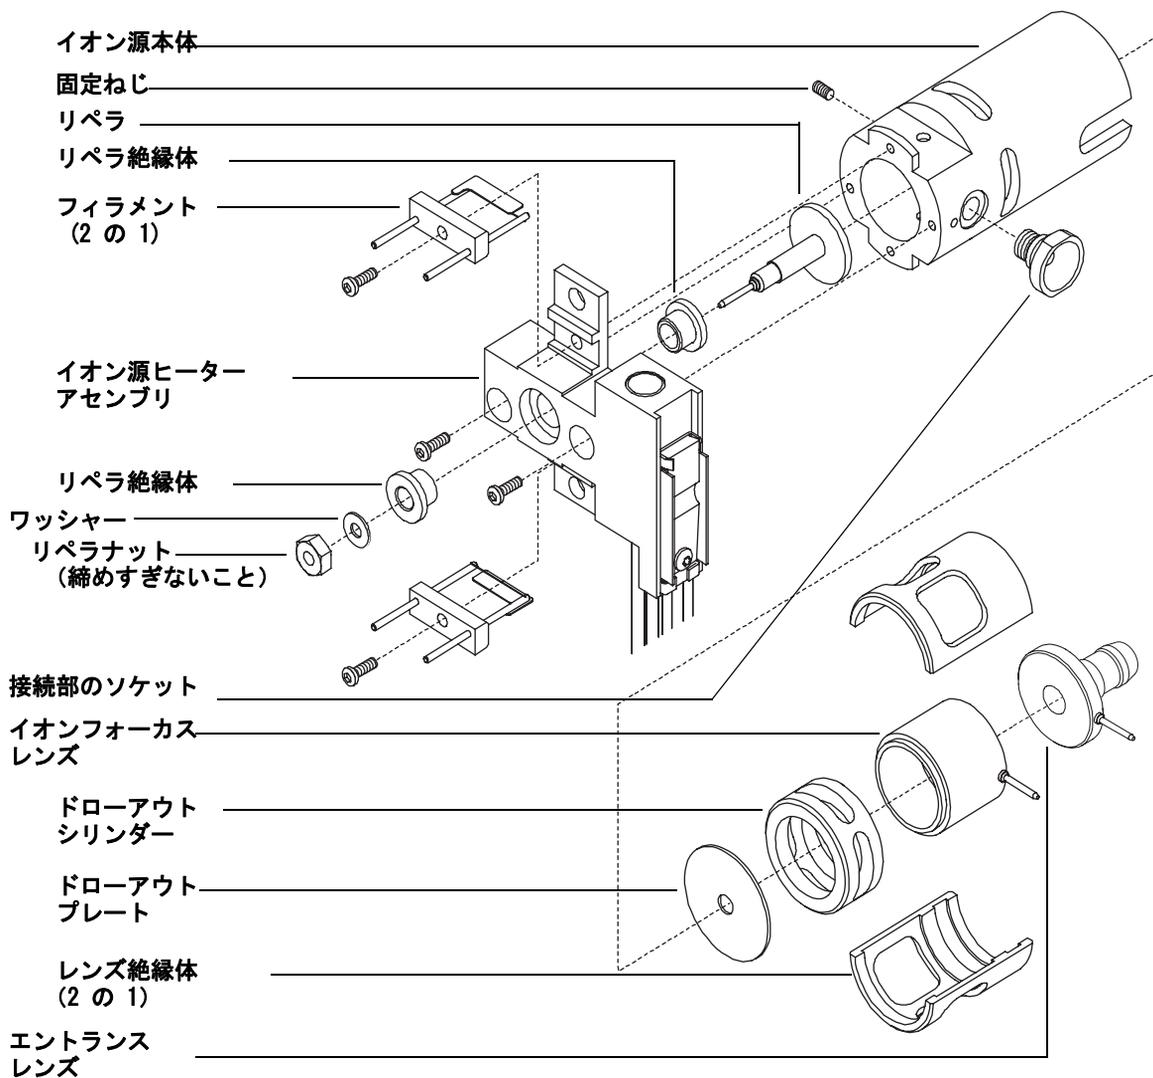

図 37 イオン源の組み立て
- 1 ドローアウトプレートとドローアウトシリンダーを、イオン源本体の中へ入れます (図 37)。